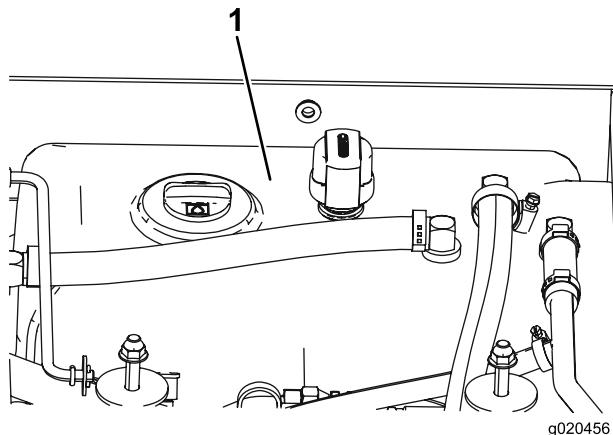

Figura 68
- Llene el depósito (Figura 68) con aceite hidráulico; consulte Comprobación del aceite hidráulico.